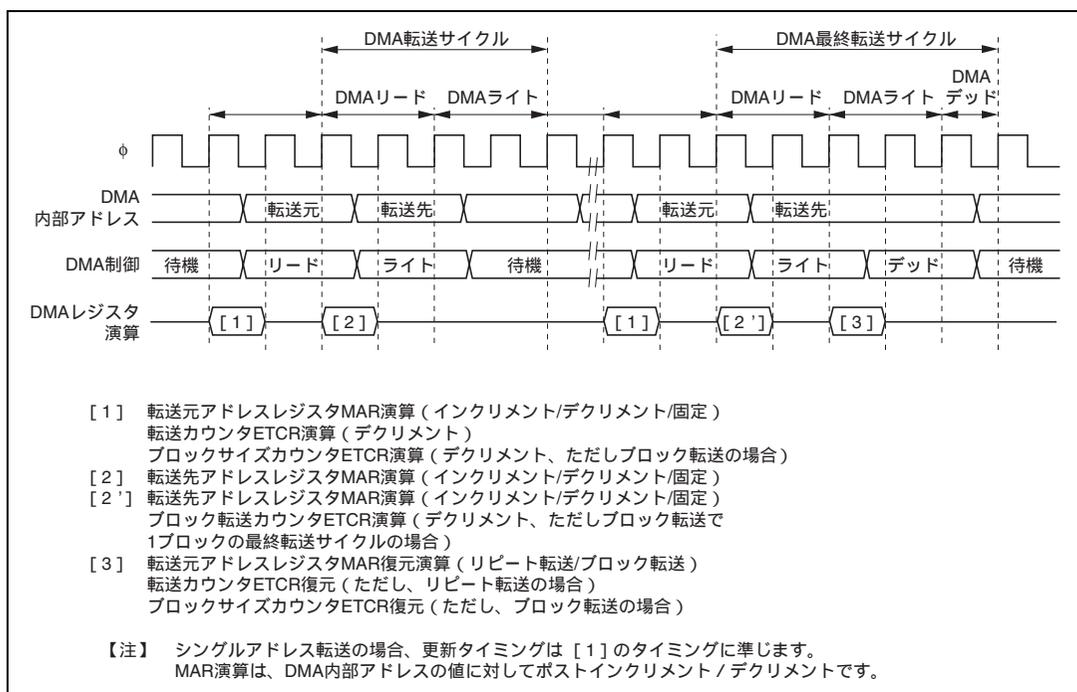

図 7.40 DMAC レジスタの更新タイミング
- DMA 制御は、バスサイクルより 1 サイクル早く起動し、アドレス値を出力します。このため、MAR は DMA 転送前のバスサイクルに更新されます。図 7.40 にデュアルアドレス転送モードにおける DMAC のレジスタの更新タイミング例を示します。